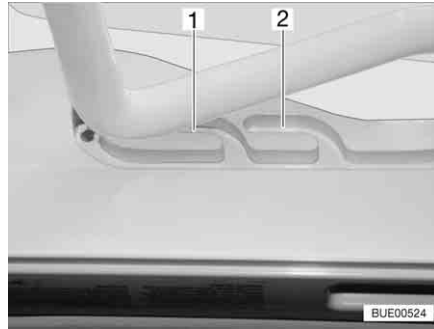
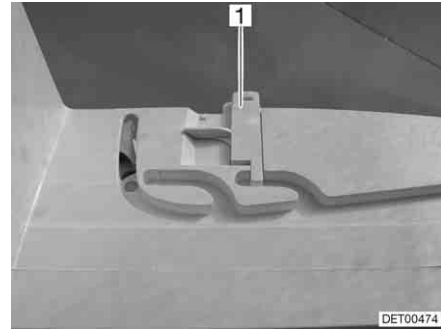

Fig. 78 Oblò Heki in posizione di ricircolo d'aria
Fig. 79 Bloccaggio della posizione di ricircolo d'aria
È possibile portare l'oblò Heki in due posizioni di ricircolo d'aria: Posizione brutto tempo (Fig. 78,1) e posizione centrale (Fig. 78,2). A seconda del modello è possibile bloccare l'oblò nella posizione centrale con il chiavistello (Fig. 79,1).
- Premere la staffa leggermente verso l'alto, spingerla nella guida selezionata (Fig. 78,1 o 2) ed eventualmente bloccarla.